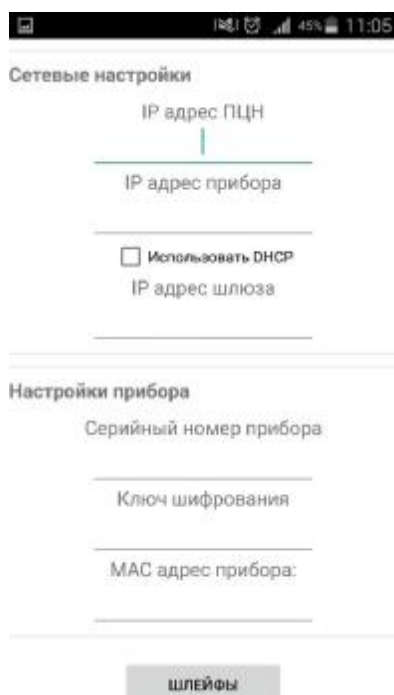

Рисунок 14
4.2.2 При запуске программы на экране устройства программирования появляется основное окно программы «Программирование прибора» (рисунок 14).